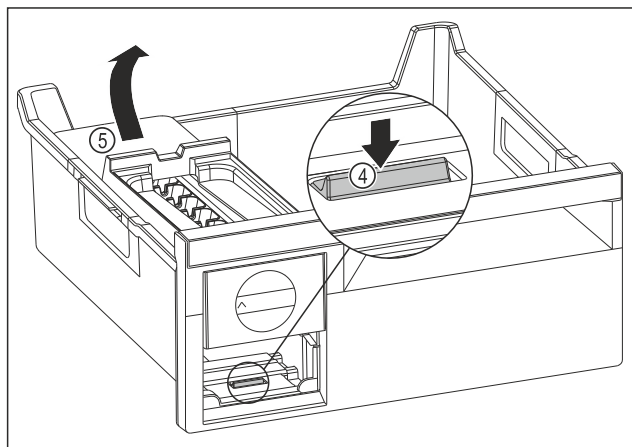

Fig. 144
- EasyTwist-Ice-Körper entnehmen: Lasche Fig. 144 (4) mit Finger nach unten drücken und gleichzeitig mit der anderen Hand den EasyTwist-Ice-Körper Fig. 144 (5) von hinten anheben.